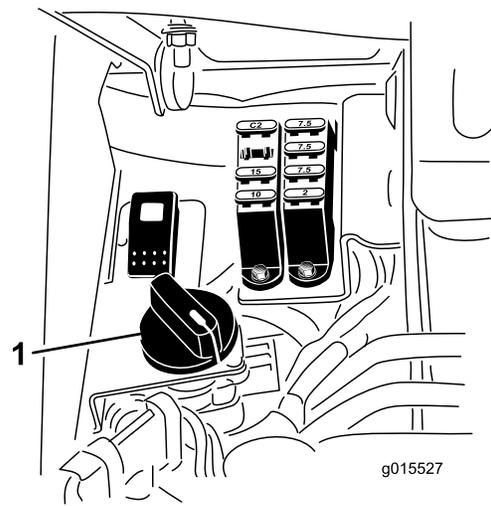

Bild 60
6. Drehen Sie den Spindeldrehzahlregler auf 1 (Bild 60).